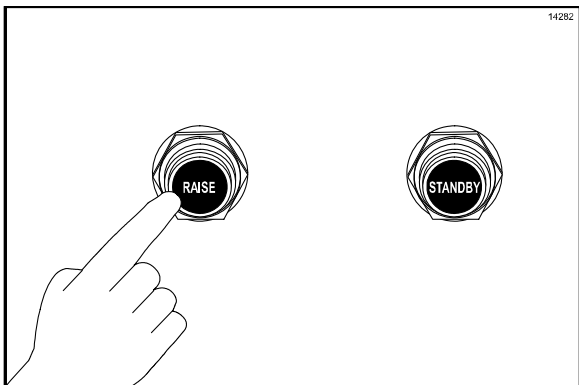

Рисунок 52
34. Для поднятия центральной плиты нужно нажать на красную кнопку "ПОДНЯТИЕ". (См. рис. 52)